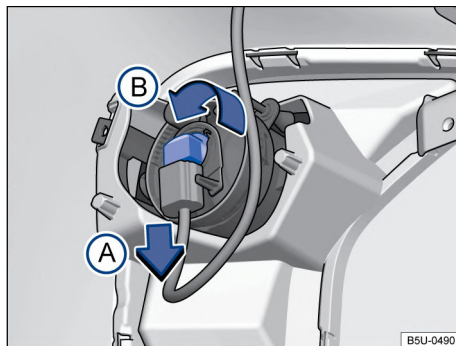

Fig. 171 Detrás del paragolpes delantero: acceso a la lámpara incandescente del farol de neblina.
- 2 Desencajar el conector de alimentación de la lámpara → **fig. 171** en el sentido de la flecha , y presionar, al mismo tiempo, la traba de fijación del conector.
- 3 Girar el portalámparas → **fig. 171**, en el sentido antihorario de la flecha , y desencajarlo del alojamiento.
- ⑧ Cerciorarse de que el portalámparas esté correctamente fijado en el conjunto.
- ⑨ Encajar el conector de alimentación de la lámpara.